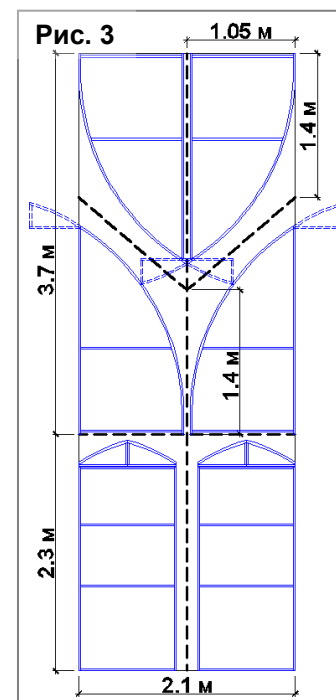

Рис. 3
5.2.2. Поликарбонат размером 3,7x2,1 м надо разрезать пополам вдоль сот, чтобы получились две части размером 3,7x1,05 м. Затем эти части разрезать по диагонали согласно схеме, указанной на рис. 3, отмерив с каждой стороны по 1,4 м. Эти части в виде трапеций будут служить для покрытия левого и правого торцов.